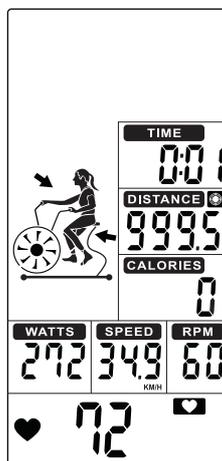

FIGURA 42
- O valor da DISTÂNCIA predefinido entra em contagem regressiva, TEMPO (DISPLAY 3), CALORIAS (DISPLAY 5), WATTS (DISPLAY 6), VELOCIDADE (DISPLAY 2) e RPM (DISPLAY 1) começam a contar. (Figura 42)